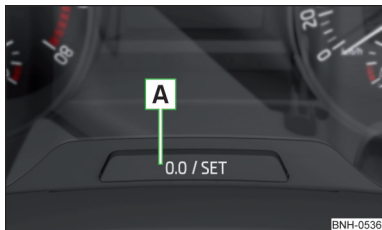

Abb. 22
Die Taste **A** » Abb. 22 auf Seite 40 antippen.
- Die Taste **A** » Abb. 22 gedrückt halten, bis im Display der Menüpunkt **Uhrzeit** angezeigt wird.